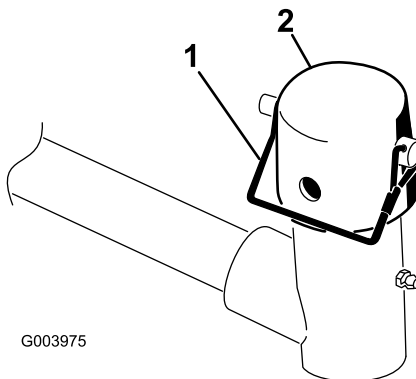

Figura 6
3. En el brazo de elevación de cada una de las unidades de corte, retire el pasador de seguridad que sujeta el capuchón al brazo giratorio, y retire el capuchón (Figura 6).